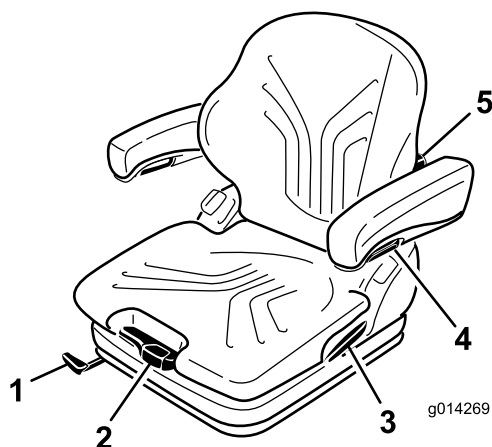

Figure 17
Le siège est réglé pour le poids du conducteur en tirant ou en poussant le levier de réglage correspondant (Figure 17).
1. Levez le levier pour débloquer et régler le siège (Figure 17).
En tournant le bouton de réglage vers le haut, vous pouvez régler le renflement de la partie supérieure du dossier. En tournant le bouton vers le bas, vous pouvez régler le renflement de la partie inférieure du dossier (Figure 17).
Pour régler la hauteur des accoudoirs, séparez le cache rond (Figure 17) du couvercle, desserrez l'écrou hexagonal (13 mm) qui se trouve derrière, réglez les accoudoirs à la position voulue puis resserrez l'écrou. Remplacez le cache sur l'écrou.
Pour régler l'angle des accoudoirs, tournez le bouton de réglage (Figure 17).
Tirez sur le levier pour libérer le verrou du dossier (Figure 17). Lorsque le verrou est libéré, ne vous appuyez pas contre le dossier.